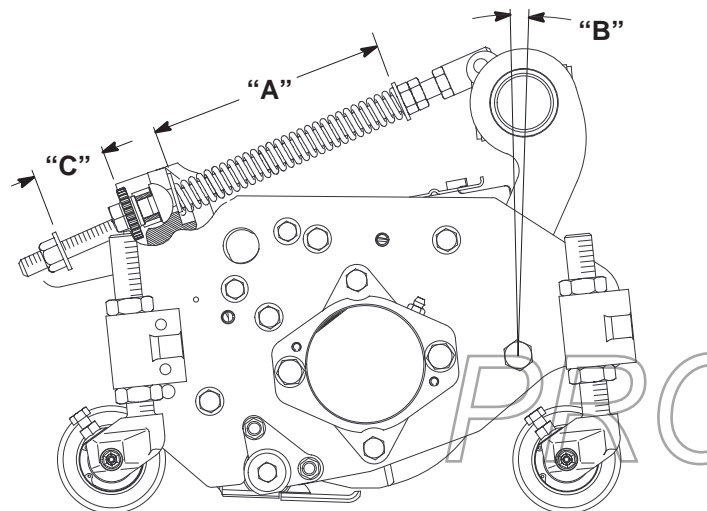

Bild 7
Die Rasenkompensierungsfeder (Bild 7), mit der der Trägerrahmen am Mähwerk befestigt ist, steuert den Umfang der möglichen Vorwärts- bzw. Rückwärtsrotation und die Bodenfreiheit beim Transport und Wenden.
1. Ziehen Sie die Sicherungsmutter hinten an der Federstange fest, bis der Abstand (C) zwischen der Federhalterung hinten und der Scheibe vorne 25 mm beträgt (Bild 7).
2. Ziehen Sie die Sechskantmuttern vorne an der Federstange fest, bis die komprimierte Länge (A) der Feder 203 mm beträgt (Bild 7).
Hinweis: Beim Schneiden von Roughs oder welliger Rasenfläche erhöhen Sie die komprimierte Länge (A) der Feder auf 216 mm und den Abstand (C) zwischen der Federhalterung hinten und der Scheibe vorne auf 38 mm (Bild 7).